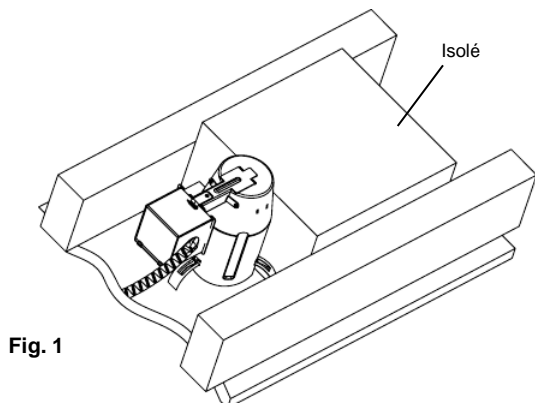

Fig. 1
**À NOTER : Ce luminaire est conçu pour les plafonds isolés. Il peut entrer en contact direct avec l'isolant thermique. Il peut être entièrement recouvert d'isolant thermique, tel qu'illustré ci-dessous. De plus, toute partie du luminaire peut entrer en contact direct avec un matériau combustible, telle une solive de plafond ou du bois de plancher. (FIG. 1) .**
2. Retirez l'isolant de manière à permettre un dégagement de 7,6 cm (3 in.), tel qu'indiqué dans la partie « **MISE EN GARDE** », au début du mode d'installation. (Voir Fig. 1)